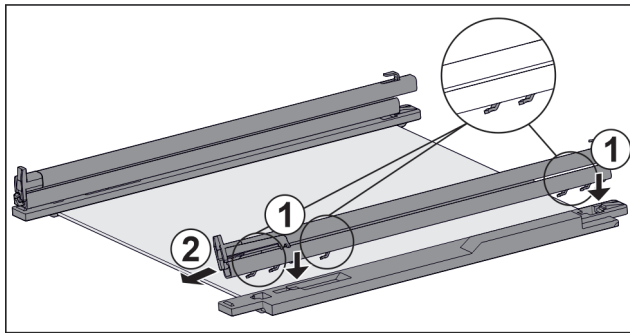

Fig. 154 Skleněná deska s kolejničkami a přídržnými díly
- ▶ Nasadte háčky kolejničky na otvory **levého** přídržného dílu. Fig. 154 (1)
- ▶ Vytáhněte kolejničku dopředu. Fig. 154 (2)
- ▶ Nasadte háčky kolejničky na otvory **pravého** přídržného dílu. Fig. 154 (1)